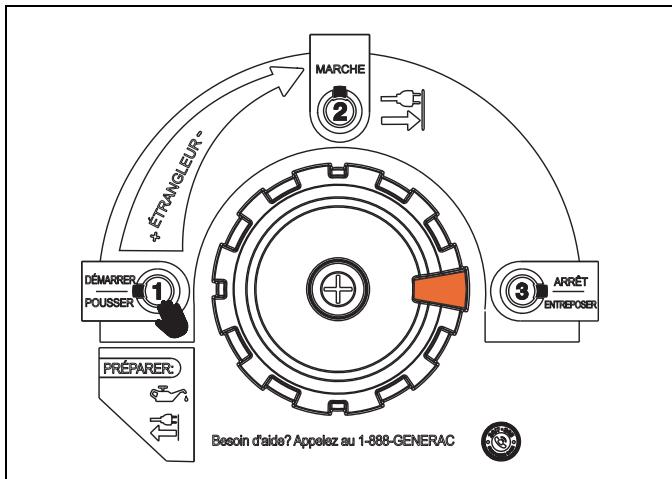

Figure 3-4. PowerDial en position ARRÊT (STOP)
3. Voir la figure 3-4. Tournez le PowerDial dans le sens des aiguilles d'une montre jusqu'à la position ARRÊT (STOP). Cette procédure permet d'éteindre le moteur et de fermer le débit de carburant en fermant le robinet de carburant.